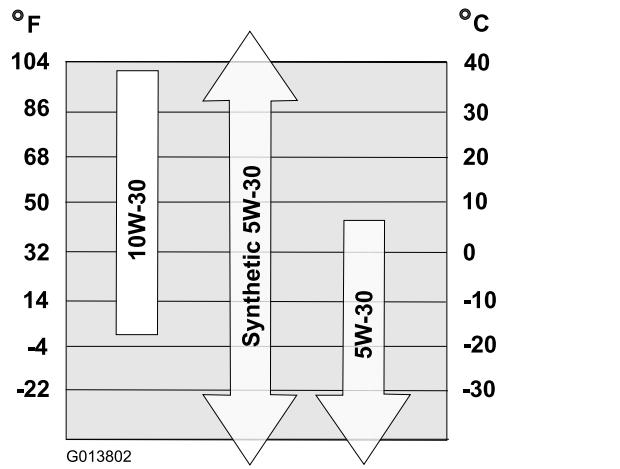

Figure 20
6. Reportez-vous à la Figure 20 ci-dessous pour sélectionner la viscosité d'huile la mieux adaptée pour la plage de température extérieure anticipée :